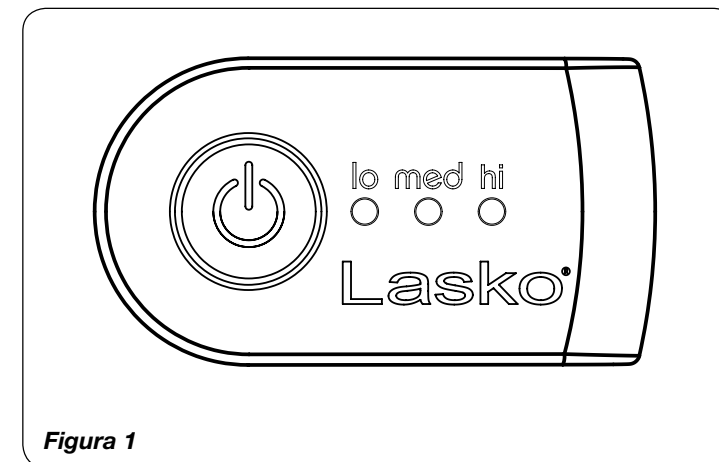

Figura 1
FUNCIONAMIENTO (Figura 1)
4. Encienda el Ventilador seleccionando la velocidad deseada con la situada al costado del Ventilador. (Figura 1) ⏻